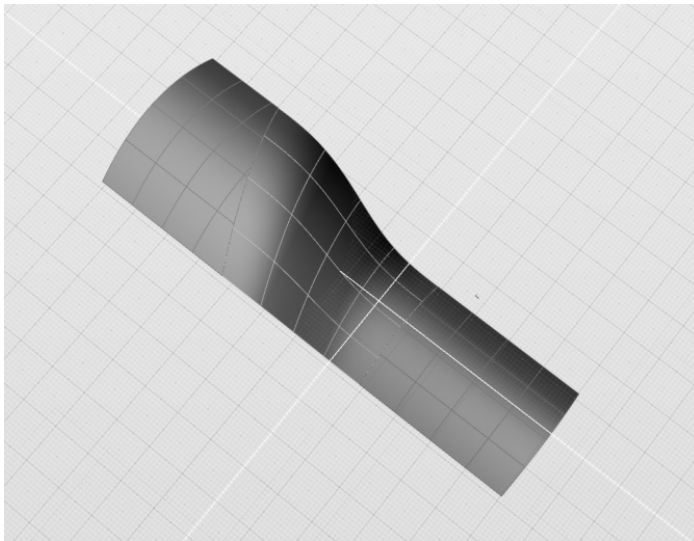

图 4-102 调整融合曲面
4) 在控制面板中，勾选“选项”参数下的“跟随曲面 2 等参线”复选框，以及该参数下的“切换 U/V 向”复选框，获得结果如图 4-102 所示，此时可见新构建的融合曲面等参线跟随曲面 2 的等参线方向。